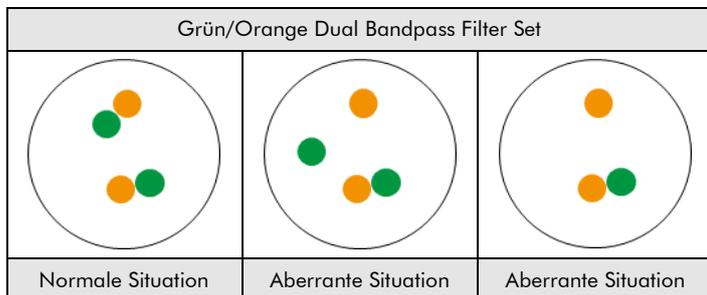

Abb. 2: Zu erwartende Ergebnisse in normalen und aberranten Zellkernen
**Normale Situation:** In Interphasen von normalen Zellen oder Zellen ohne eine Translokation der NTRK3-Genregion erscheinen zwei grün/orange Fusionssignale (siehe Abb. 2).
**Aberrante Situation:** Eine von einer Translokation betroffene NTRK3-Genregion wird durch ein separates grünes Signal und ein separates oranges Signal gekennzeichnet. Isolierte orange Signale resultieren aus Deletionen proximal zur NTRK3-Bruchpunktregion oder entstehen durch unbalancierte Translokationen dieser chromosomalen Region (siehe Abb. 2).